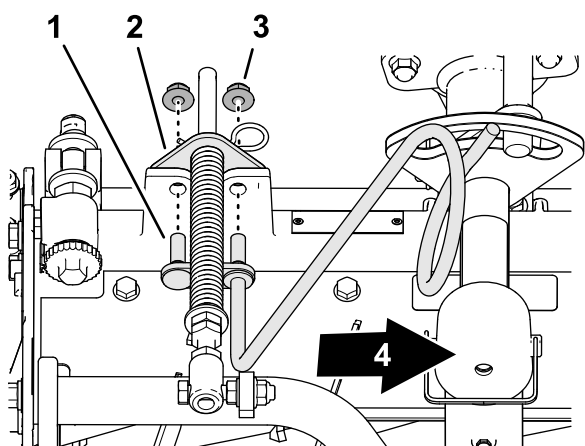

Figura 14
3. Alinai tifturile ghidajului pentru furtunul din dreapta cu orificiile cadrului unității de tăiere i suportul de compensare pentru gazon (Figura 14).